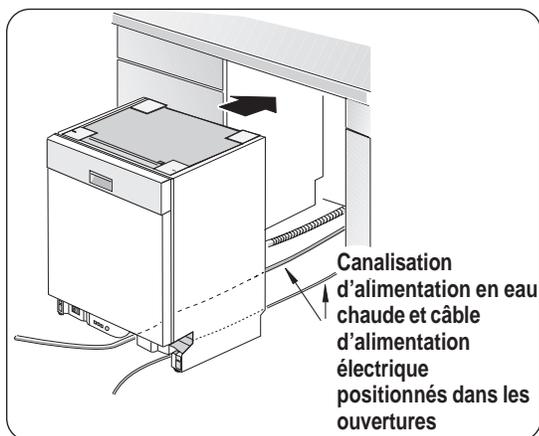

Figure 20
- 2 Positionner le lave-vaisselle assez près de l'ouverture pour acheminer le tuyau de vidange à la connexion du drain d'évier. S'assurer que la canalisation en eau chaude et le câble électrique sont dans leurs rainures sous la base de l'appareil comme à la **figure 20**.